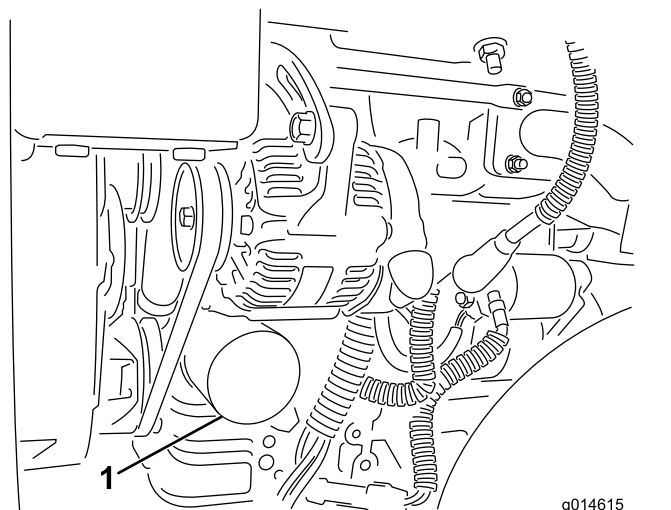

Figura 33
2. Retire o filtro do óleo (Figura 33). Aplique uma leve camada de óleo limpo na gaxeta do novo filtro.